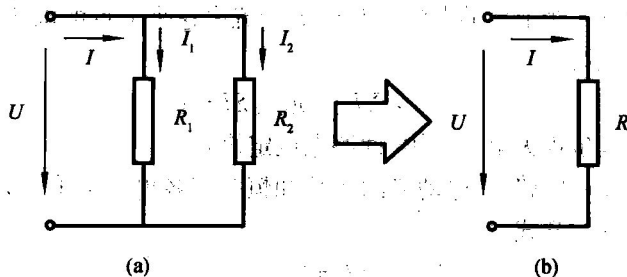

图 1-7 并联电路的性质
(2) 电阻的并联 两个或两个以上的电阻接在电路中相同的两点之间的连接方式叫做电阻的并联。如图 1-7 所示,图 a 是